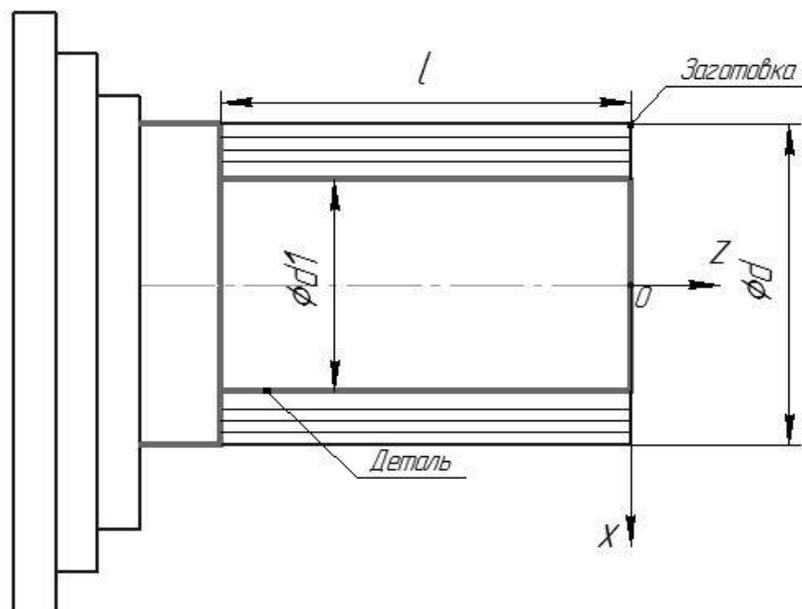

Рис. 2
23. Используя цикл многопроходной обработки, напишите программу для обработки детали (рис. 2 с размерами согласно табл. 3. Номер варианта – по указанию преподавателя).